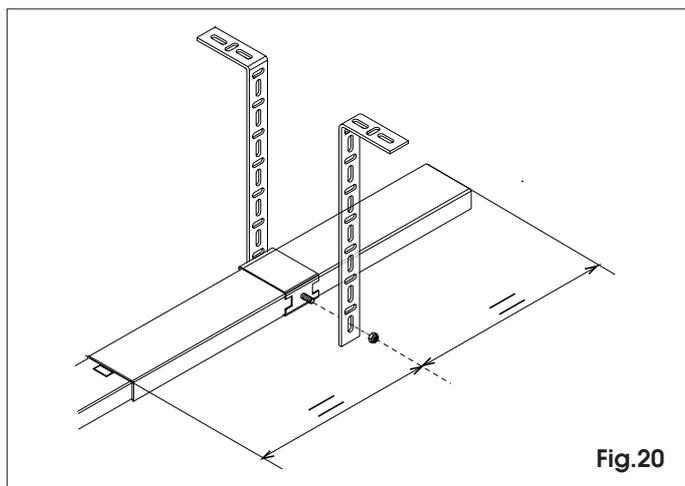

Fig.20
7.15 Si se ha utilizado la guía de soporte central, preformen las abrazaderas, bloquéenlas con una tuerca y fijen al techo (fig.20).